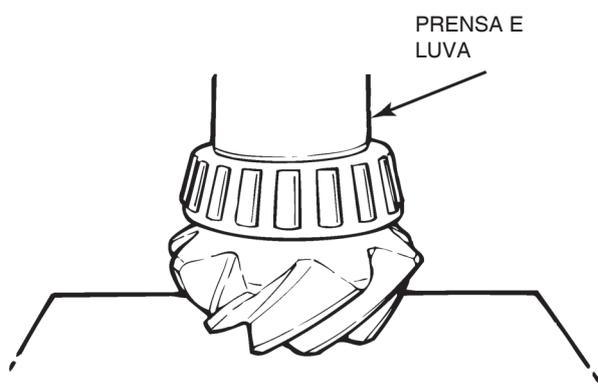

Figura 5.5
2. Se tiver sido removido, use uma prensa e uma bucha para montar o cone do rolamento interno no pinhão trativo. Coloque a bucha na pista interna do rolamento. Aplique pressão até o fundo do cone tocar o encosto na cabeça do pinhão. Figura 5.5.